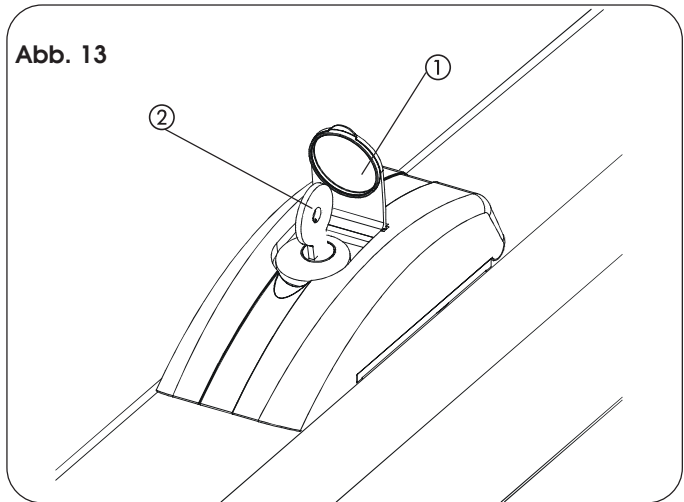

Abb. 13
- Die Schutzkappe anheben (Abb. 13, Bez. ①) und den entsprechenden, im Lieferumfang enthaltenen Schlüssel in das Schloss stecken (Abb. 13 Bez. ②).